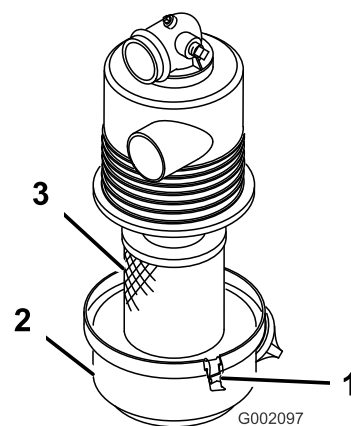

Figura 26
3. Instale el elemento del filtro de aire en la carcasa del filtro de aire (Figura 26).
4. Alinee la tapa del limpiador de aire con la carcasa del limpiador de aire, y sujete la tapa a la carcasa con los enganches (Figura 26).